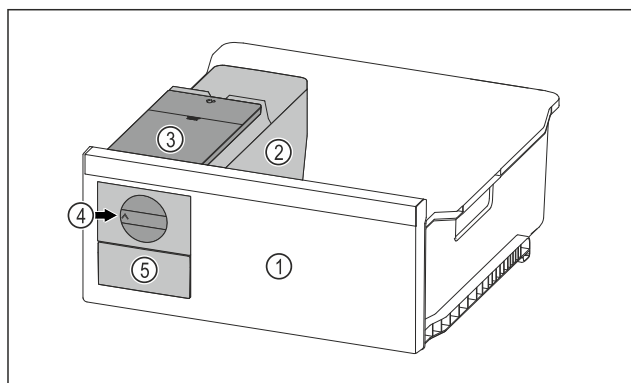

Fig. 120 Przykładowa prezentacja
- ▶ Pokrętko Fig. 120 (4) obrócić zgodnie z ruchem wskazówek zegara.
- ▶ Kostki lodu wypadają do pojemnika na kostki lodu w szufladzie na kostki lodu Fig. 120 (5). Jeżeli nie wszystkie kostki lodu zostaną zwolnione z pojemnika na kostki lody: